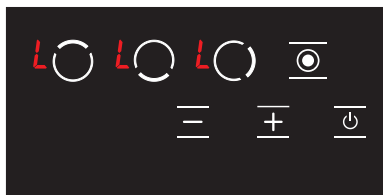

Рисунок 17
1. Когда варочная панель включена и блокировка клавиатуры активна, **L** будет отображаться на весь экран. (см. Рисунок 17) Если какая-либо из конфорок горячая, значки **L** и **H** будут показаны по очереди. Только кнопку **☉** можно использовать для включения и выключения варочной панели.